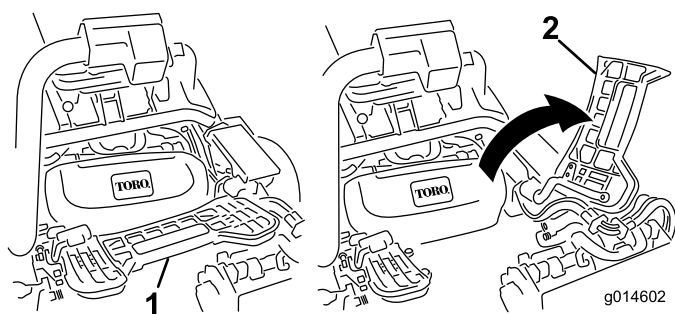

Figura 32
- Levante el reposapiés y gírelo hacia arriba, para tener acceso a la posición de la unidad de corte central (Figura 32).